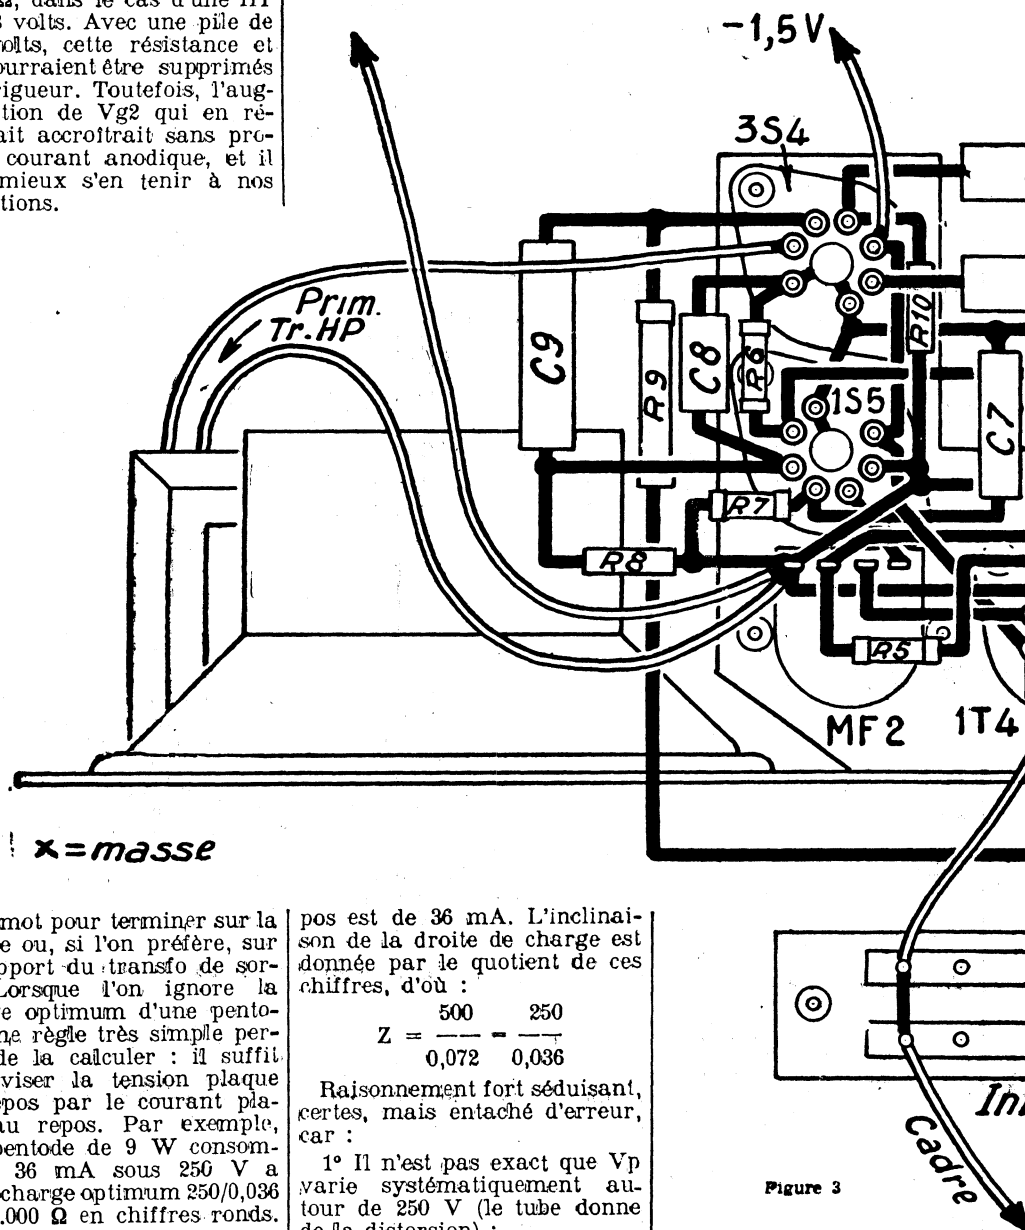

Figure 3
I. - Début du montage mécanique. — Fixer d'abord les supports de lampes, en respectant l'orientation indiquée sur le plan de la figure 3. On re-
1° Au bas de la figure 3 se trouve un interrupteur double à lamelles ; cet interrupteur est, nous l'avons vu, commandé par le couvercle : il est ouvert lorsque celui-ci est fermé, et inversement. Son câblage sera laissé en suspens pour l'instant, mais on soude-